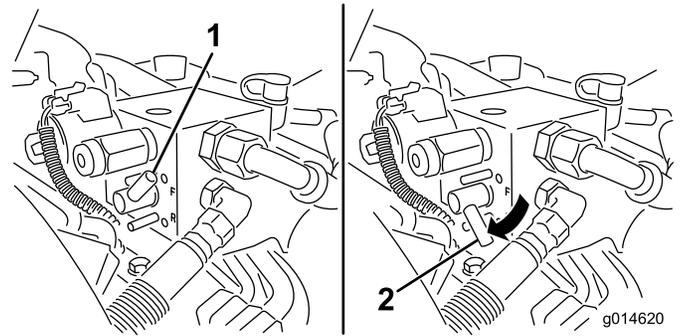

Рисунок 52
5. Поверните рычаг шлифовки (заточки) обратной стороны в положение реверса (R) (Рисунок 52).